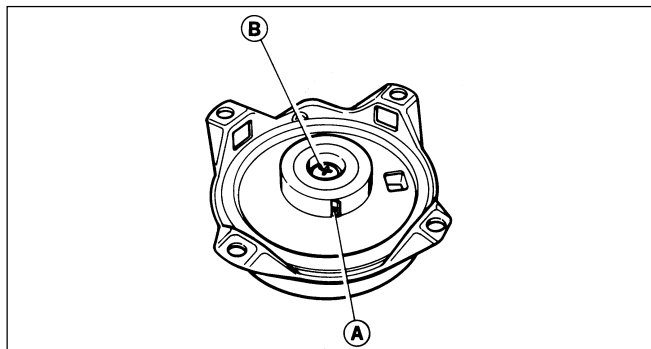

Fig. 1
- si le linguet (A - Fig. 1) sort quand la corde est tirée lentement. Si la corde ne peut être tirée, contrôler le couple de serrage de la vis (B) qui bloque le carter de retenue. Ce couple de serrage doit être de 0,5 - 0,6 mkg (45/55 inches/lbs).